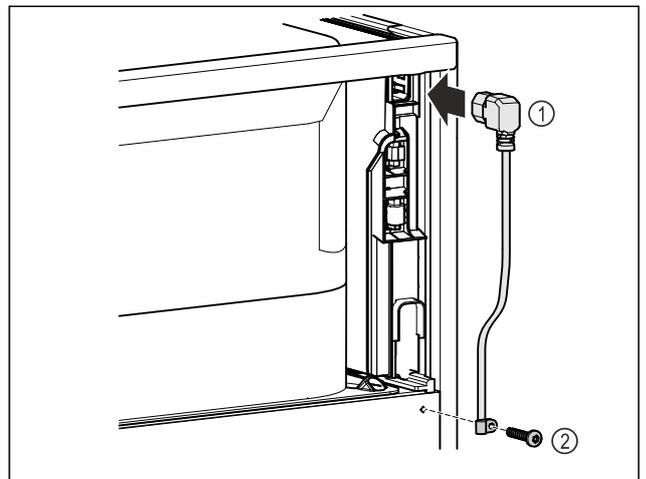

Fig. 11
► Insertar el conector para aparatos de frío del cable de alimentación Fig. 11 (1) en la parte posterior del dispositivo.
► Montar la protección contra tirones Fig. 11 (2).